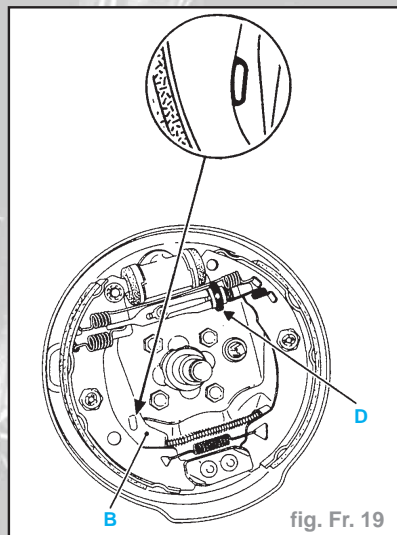

fig. Fr. 19
- Vérifier le fonctionnement du système de rattrapage de jeu automatique en agissant en rotation sur le secteur cranté (D) (s'assurer qu'il tourne bien dans les deux sens), puis le détendre de 5 à 6 dents (fig. Fr. 19).
• de la mise en appui correcte des leviers (B) de frein à main sur les segments (fig. Fr. 19).
- Tendre progressivement les câbles au niveau du réglage central de façon que les leviers (B) décollent entre le 1er et le 2ème cran de la course du levier de commande et restent décollés au 2ème cran.